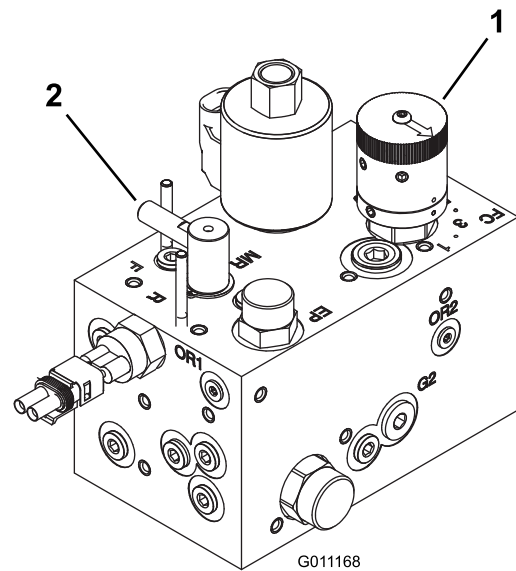

Figura 47
- Rode o manípulo de controlo da velocidade dos cilindros (Figura 47) para o número de definição determinado no passo 1.